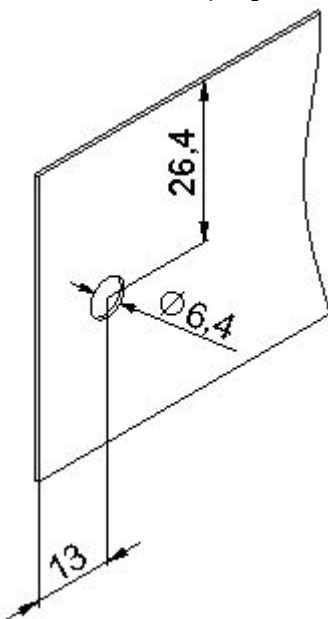
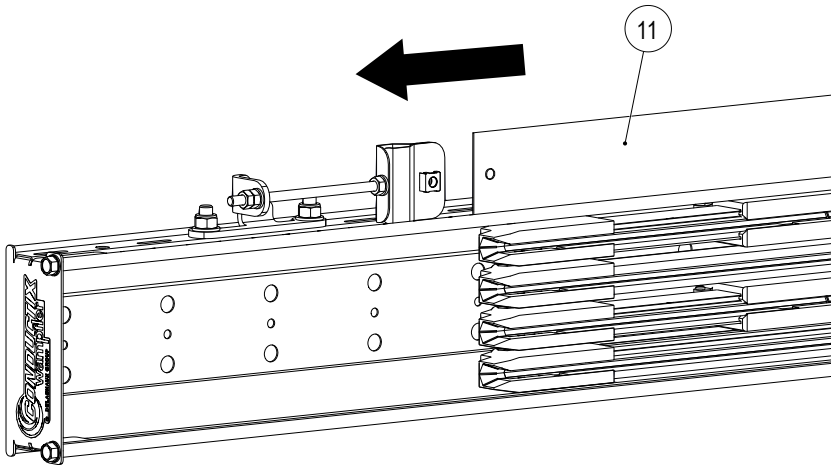
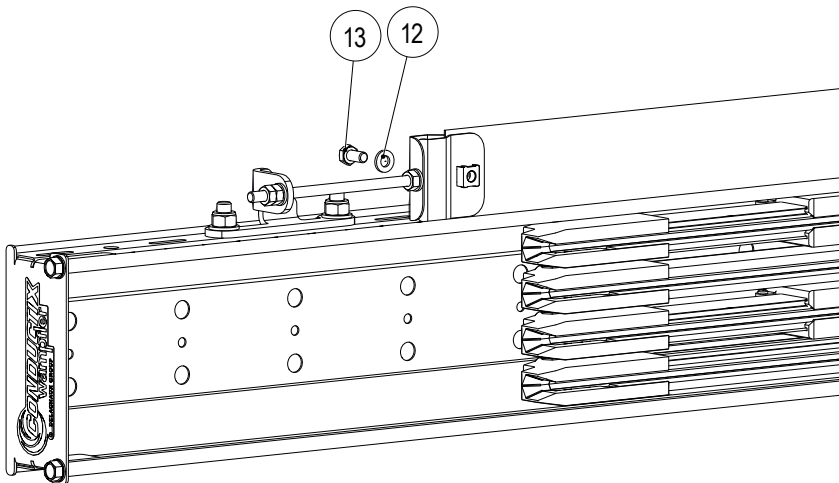

Abb. 47: Bohrbild des Positionierband-Profiles
Abb. 48: Positionierband-Profil in Spanneinheit schieben
Abb. 49: Positionierband-Profil in der Spanneinheit montieren
- Das Positionierband-Profil dort bohren, wo die Positionscodierung beginnt (siehe Abb. 47).
- Das Positionierband-Profil (11) in das Befestigungsblech der Spanneinheit schieben und die Verschraubungen, bestehend aus Scheibe (12) und Sechskantschraube (13), mit einem Gabelschlüssel SW 10 anziehen (siehe Abb. 48 und Abb. 49). Ggf. muss die Spanneinheit nachjustiert werden.
- f) Die zweite Bohrung am Positionierband-Profil bohren (siehe Abb. 47)
- Das Positionierband-Profil an einem Ende wie in Abb. 47 gezeigt, bohren.
- Das erste Ende des Positionierband-Profiles in der Spanneinheit montieren (siehe Abb. 48 und Abb. 49) und in die Bandhalter einklipsen.
- An der zweiten Spanneinheit das Positionierband-Profil bohren (siehe Abb. 47) und in das Befestigungsblech der Spanneinheit montieren (siehe Abb. 48 und Abb. 49).